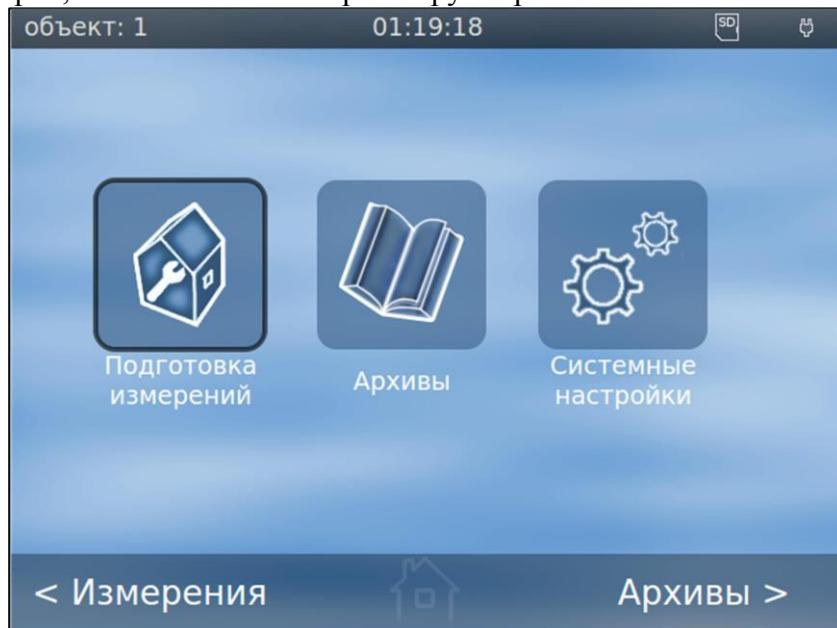
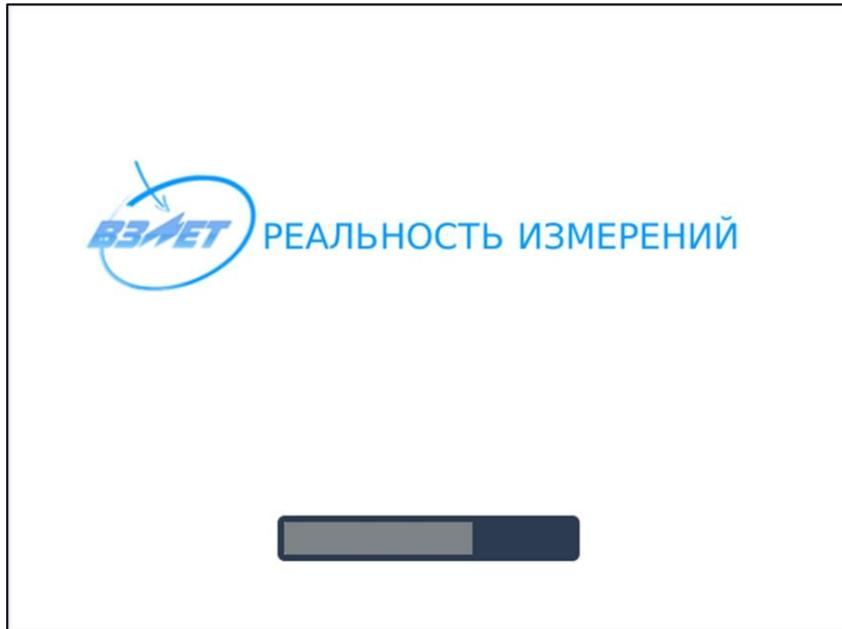

Рис.4 - Основное меню
Рис.7 - Заставка на дисплее в режиме самотестирования
3.1.1 Для управления расходомером с клавиатуры используется многоуровневая система меню (см. приложение Г), состоящая из основного меню (см. рис.4), подменю, команд и параметров, наименования которых сгруппированы в списки.
3.3.1 Для ввода цифровых или списочных параметров возможно использование функции «in-touch» дисплея. Для входа в какое-либо подменю из основного меню достаточно прикоснуться пальцем или каким-либо предметом (карандаш, авторучка) к иконке **Подготовка измерений**, **Архивы** или **Системные параметры** (см. рис.4).
4.1 Для включения расходомера необходимо нажать и несколько секунд удерживать кнопку  . Прибор входит в режим самотестирования, на дисплее индицируется заставка (см. рис.7). По окончании самотестирования на дисплей выводится основное меню (см. рис.4).